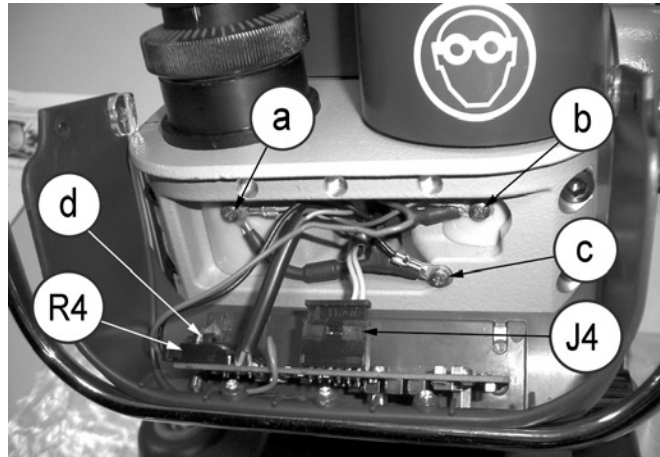

Fig. 49
- 2) Detach the connectors (J4) and (R4) (Fig. 49).